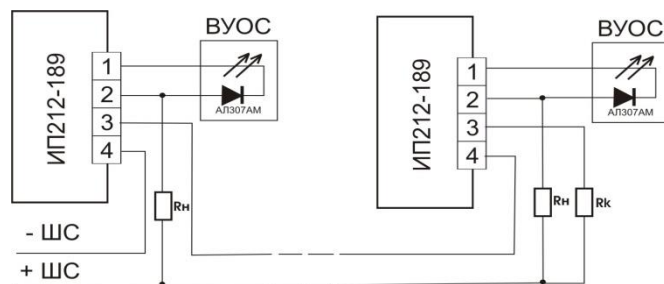

Рис.1
4.6 Контакты “1” и “2” клеммника можно использовать для подключения внешнего устройства оптической сигнализации (ВУОС), в соответствии с рис. 1.